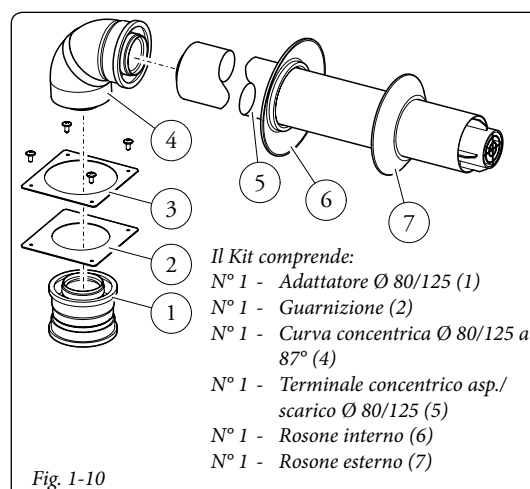

Fig. 1-10
**Kit orizzontali di aspirazione - scarico Ø 80/125.** Montaggio kit (Fig. 1-10): installare l'adattatore Ø 80/125 (1) sul foro centrale della caldaia sino a battuta. Fare scorrere la guarnizione (2) lungo l'adattatore (1) sino all'apposita scanalatura, quindi fissarla al coperchio tramite la piastrina in lamiera (3) precedentemente smontata. Innestare la curva (4) con lato maschio (liscio) sino a portarla in battuta sull'adattatore (1). Innestare il tubo terminale concentrico Ø 80/125 (5) con lato maschio (liscio), nel lato femmina della curva (4) (con guarnizioni a labbro) sino a portarlo in battuta, accertandosi di avere già inserito il relativo rosone interno (6) ed esterno (7), in questo modo si otterrà la tenuta e la giunzione degli elementi che compongono il kit.